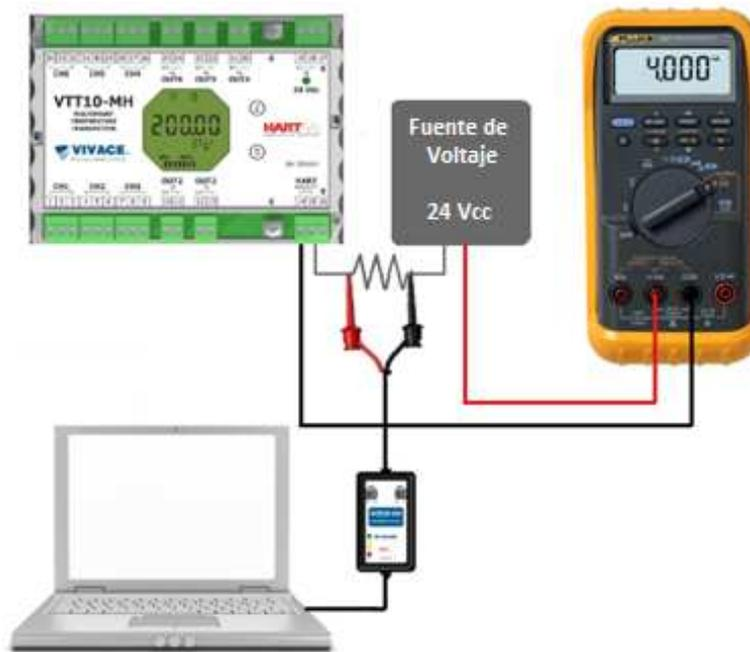
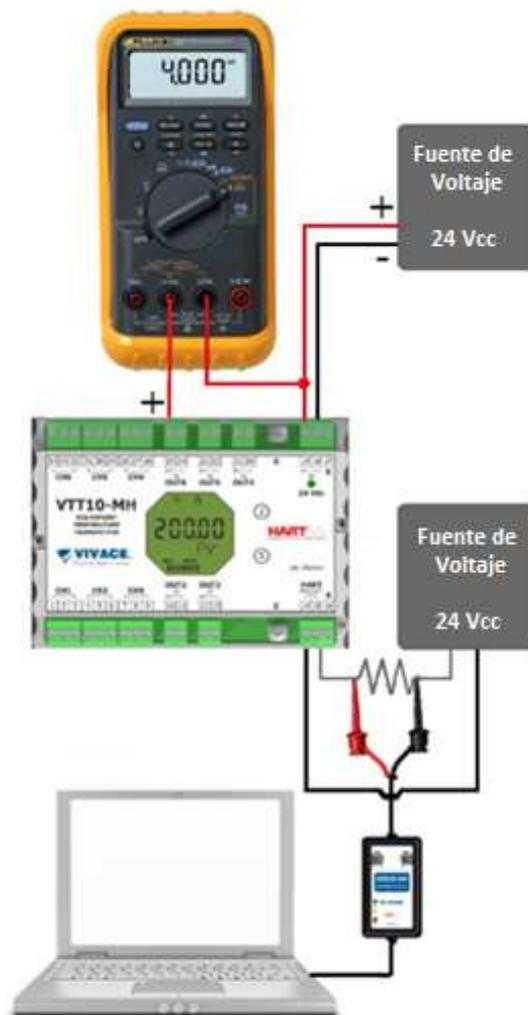

Figura 3.10 – Esquema de ligación para el Trim de corriente del canal OUT1 del VTT10-MH.
Figura 3.11 – Esquema de ligación para el Trim de corriente del canal OUT6 del VTT10-MH.
**Trim** – Se pueden ajustar los sensores de entrada con la temperatura estándar, resistencia o milivoltaje, además del sensor de temperatura local y de las corrientes de salida del transmisor (4 mA y 20 mA). La figura 3.10 muestra el esquema de montaje para el trim de la corriente de bucle del VTT10-MH (OUT1), mientras que la figura 3.11 muestra el esquema de conexión para el trim de las corrientes OUT2 a OUT6, utilizando el canal OUT6 como ejemplo.